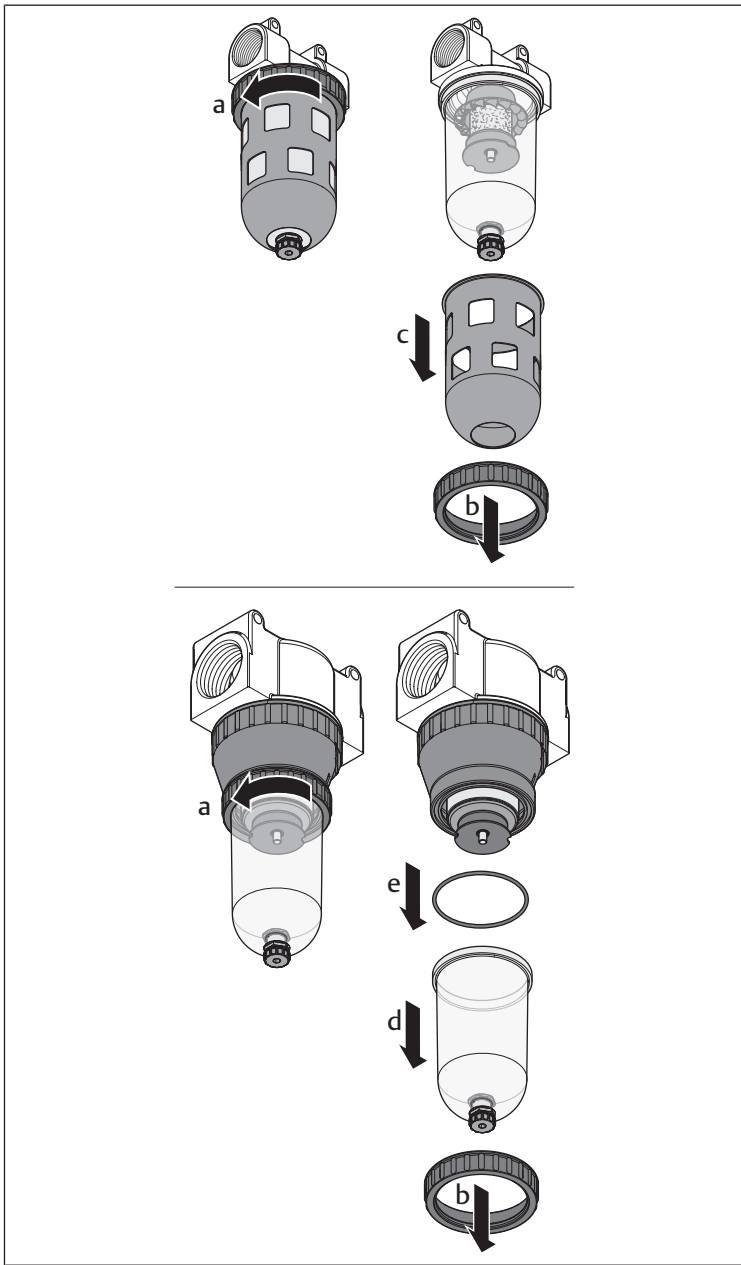
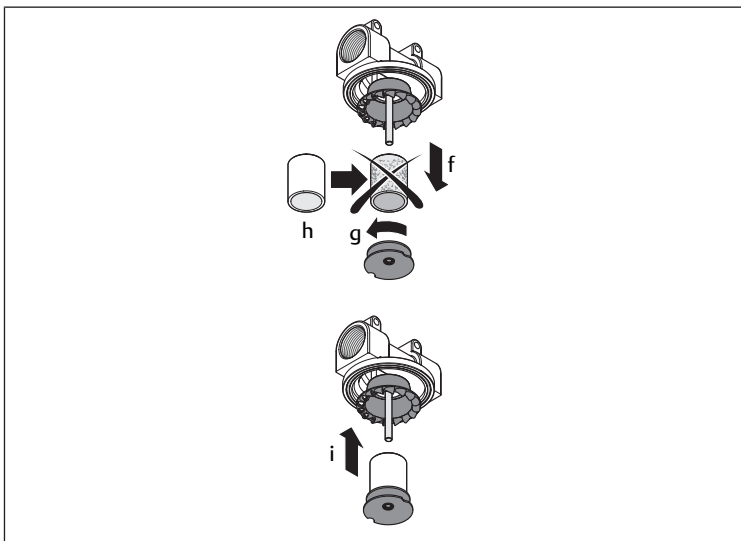

Bild 4: Demontera/montera behållare och behållarskydd
Bild 5: Byta filter
Se → Bild 4, → Bild 5.
8. Montera behållaren igen i omvänd ordningsföljd mot vad bild → Bild 4 visar.